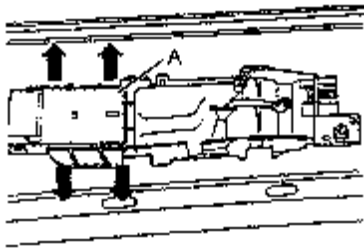

图 11-103 拆卸反光镜调整开关
(1) 带调整切换开关的反光镜调整开关的拆卸
- ①拆卸门框，拔出插头。
- ②如图 11-103 所示，向下使开关 A 的最长的边上的安装框弯曲，并且从中取出开关。